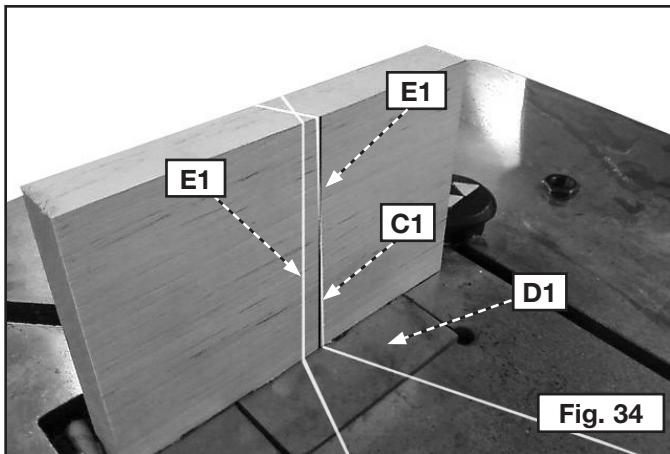

Fig. 34
1. À l'aide d'une équerre de charpentier ou tout instrument similaire, dessinez une ligne droite (C1) fig. 34, sur un morceau de bois.
2. Placez le morceau de bois sur son côté, comme illustré en fig. 34, avec la ligne à l'arrière de la perceuse à colonne. Assurez-vous que le morceau de bois est bien placé au milieu de la plaquette (D1) fig. 34, comme illustré.
3. Allumez le laser de façon à ce que les lignes rouges éclairent le bois, comme illustré. Vérifiez si les deux lignes rouges (E1), fig. 34, sont parallèles à la ligne (C1) que vous avez dessinée.